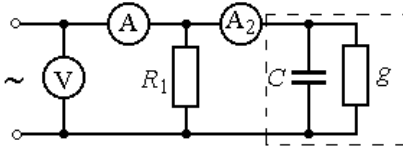
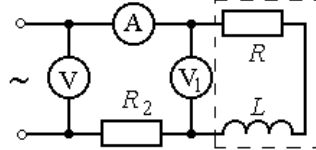

Рис. 3.1
Рис. 3.2
5. Записать уравнение первого закона Кирхгофа для схемы рис. 3.1 и уравнение второго закона для схемы рис. 3.2 как для мгновенных, так и для комплексных значений токов и напряжений.
Схемы активно-емкостной и активно-индуктивной цепей, исследуемые в работе, показаны на рис. 3.1 и 3.2 соответственно.
1. Собрать цепь по схеме рис. 3.1 с параметрами согласно варианту, указанному преподавателем (табл. 3.1).
1. Собрать электрическую цепь по схеме, показанной на рис. 3.2 с параметрами, соответствующими варианту из табл. 3.1, который указан преподавателем.